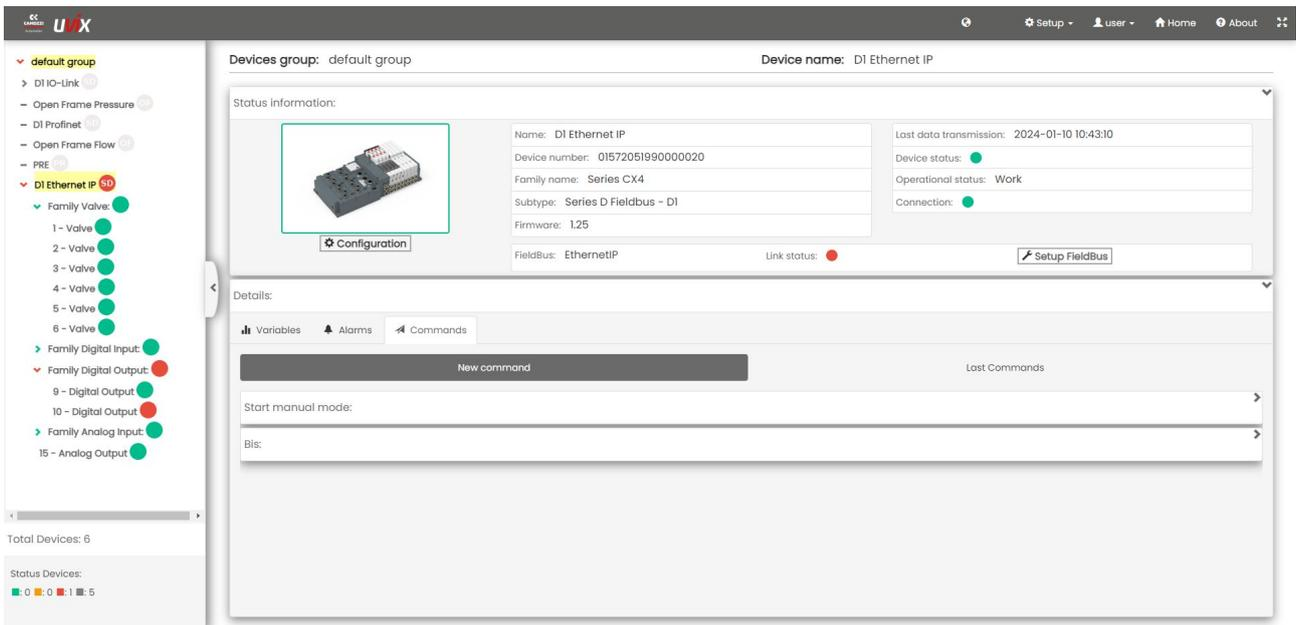

Figura 6.38: Finestra Commands
- Commands: Gestisce i comandi ai dispositivi (Figura 6.38).